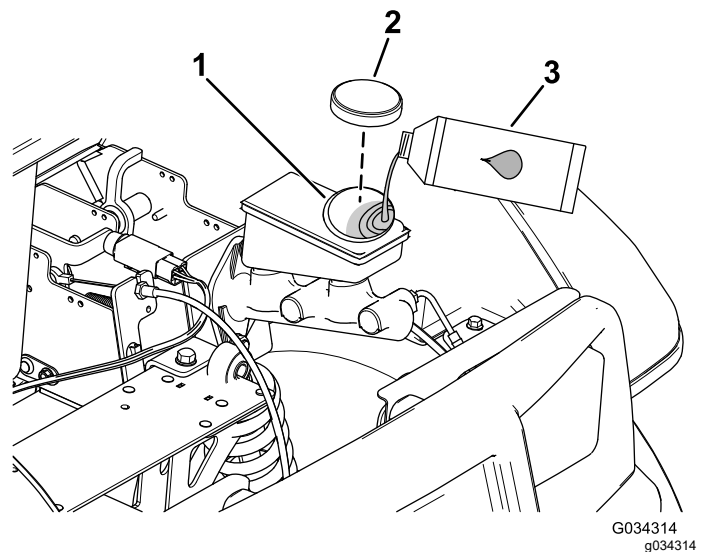

Bild 63
4. Heben Sie die Haube an, um den Hauptbremszylinder und den Behälter zugänglich zu machen (Bild 63).
- A. Reinigen Sie den Bereich um den Behälterdeckel und nehmen den Deckel ab (Bild 63).
- C. Schrauben Sie den Behälterdeckel wieder auf (Bild 63).